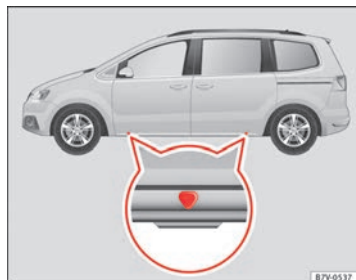

Fig. 185 Punti di appoggio per il cric.
Il cric deve essere applicato soltanto nei punti indicati (contrassegni sulla carrozzeria) ⇒ fig. 185. Il contrassegno indica la posizione dei punti di appoggio **sotto** il veicolo. I punti di appoggio si trovano in corrispondenza del-
5. Individuare, sotto il veicolo, il punto di appoggio per il cric ⇒ **fig. 185** più vicino alla ruota da sostituire.